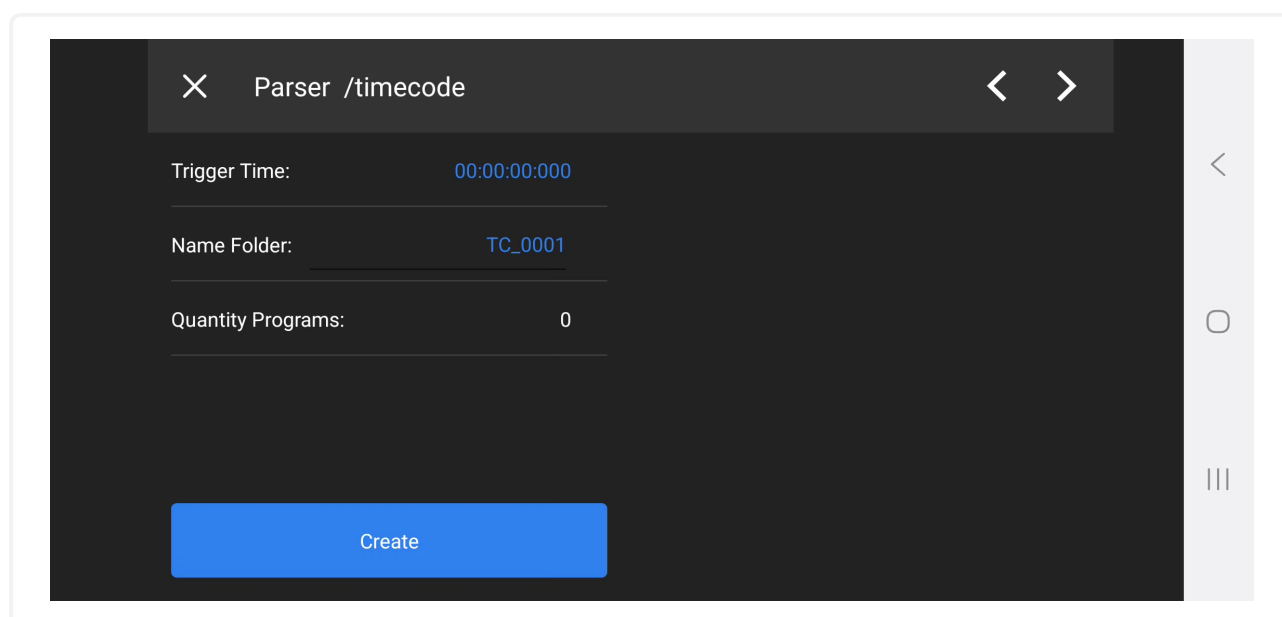

Рис. 62: Экран рабочего окна парсера кода Time Code
4. Откроется рабочее окно парсера⁶ (см. рис. 62 на следующей странице)